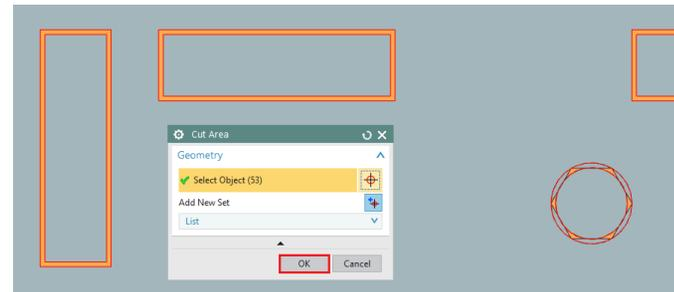

Figura 3.27 Specify Cut Area Floor
- En la opción: **Specify Cut Area Floor** (Figura 3.27), seleccionar las geometrías internas (53 seleccionados) .